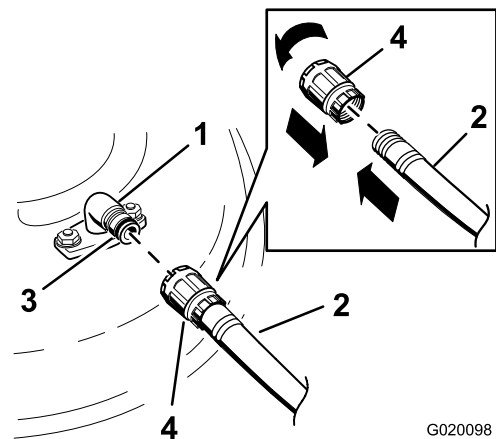

Figure 73
- Branchez le raccord du tuyau au raccord de lavage du plateau de coupe et ouvrez l'eau en grand (Figure 73).